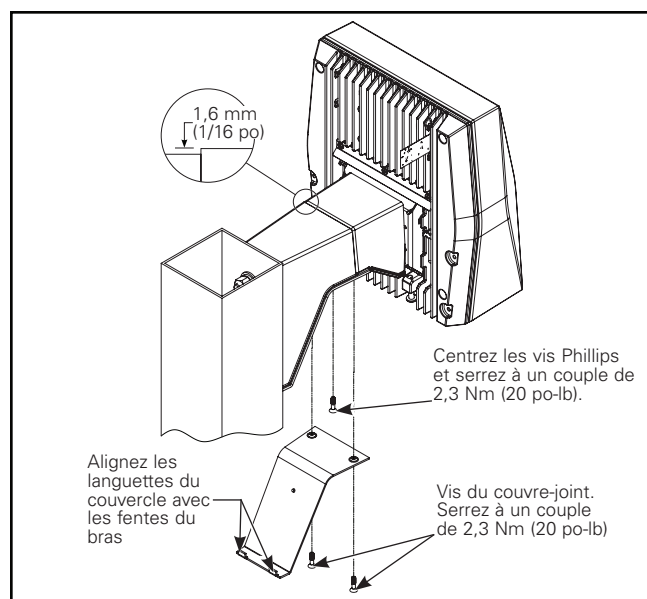

Figure 13.
5. Suspendez le luminaire par l'adaptateur à raccord rapide sur le bras du poteau. Serrez la vis de centrage Phillips à un couple de 2,3 Nm (20 po-lb). (Figure 13.)
7. Installez le couvre-joint du bras et serrez les deux (2) vis à un couple de 2,3 Nm (20 po-lb) (Figure 13). Assurez-vous que les fils d'alimentation du luminaire ne sont pas coincés entre le couvre-joint et le bras de montage.